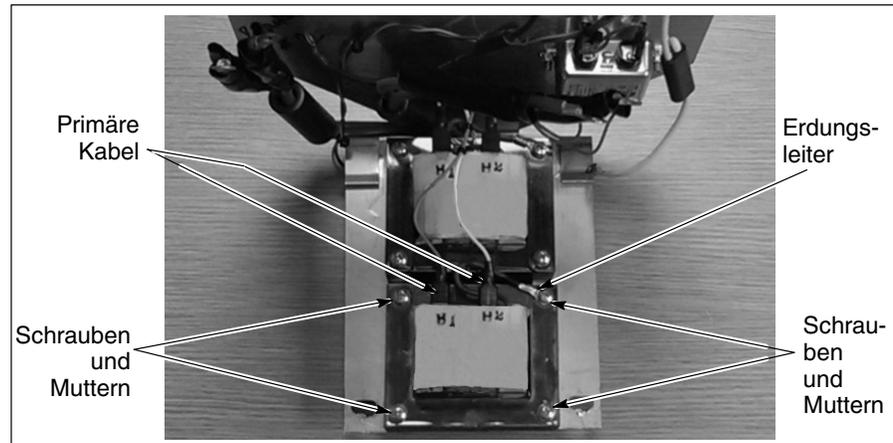

Abbildung 6-20 Entfernen des Transformators
5. Siehe Abbildung 6-20. Die Farben der primären, an die Transformator-Anschlussklemmen H1 und H2 angeschlossenen Kabel notieren und anschließend die Kabelschuhe von den Abgriffen trennen.